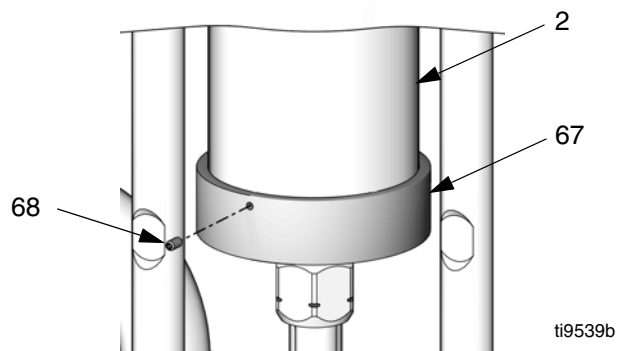

FIG. 8. Instalación del colector
4. Ponga el motor en modo JOG (movimiento momentáneo) para mover el pistón de corredera (9) al extremo de su carrera, para permitir la conexión de la tuerca de acoplamiento (14).
5. Asegúrese de que los collares (13) estén colocados en su lugar en la tuerca de acoplamiento (14).
6. Coloque una llave de 3/4 pulg. en las caras planas del pistón de corredera (9), para evitar que gire cuando apriete la tuerca de acoplamiento (14). Oriente la llave de modo que esté contra una de las varillas de unión (3) o el soporte. Ajuste la tuerca de acoplamiento (14) en el pistón de corredera (9) y apriétela a 102-108 N•m (75-80 pie-lb).
7. Vea la FIG. 8. Empuje el colector (67) hacia arriba a la parte inferior del cilindro de corredera (2) de manera que asiente firmemente. Instale los tres tornillos de fijación (68) y apriételos con los dedos.